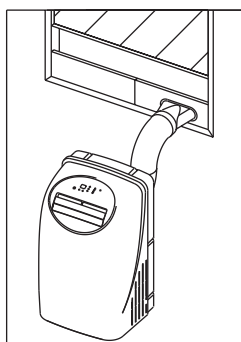

Рис. 5
- 2) Установите гибкий вытяжной воздуховод и вставку в окно, как показано на рис. 5 и 5а.
Рис. 5а